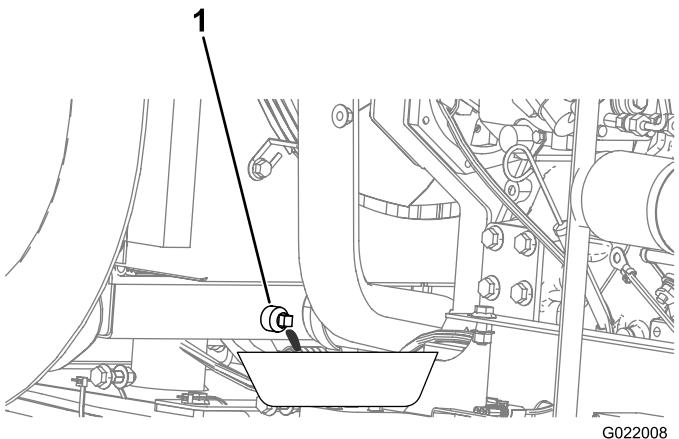

Figura 140
5. Posicione uma bandeja de drenagem sob o bujão de drenagem (Figura 140).
8. Instale o bujão de drenagem (Figura 140).
- C. Instale o bujão de drenagem (Figura 140).
- H. Instale o bujão de drenagem (Figura 140).